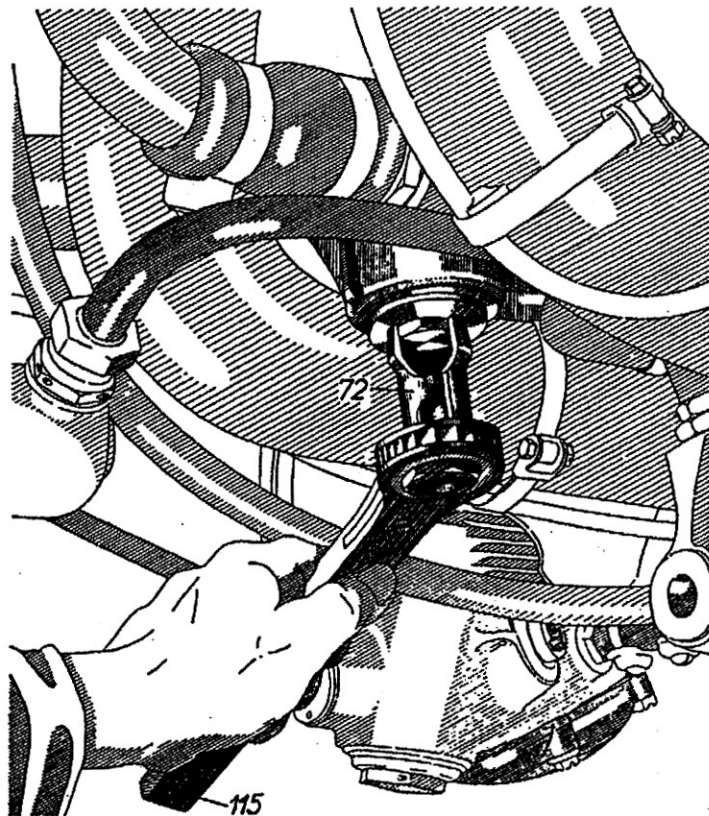
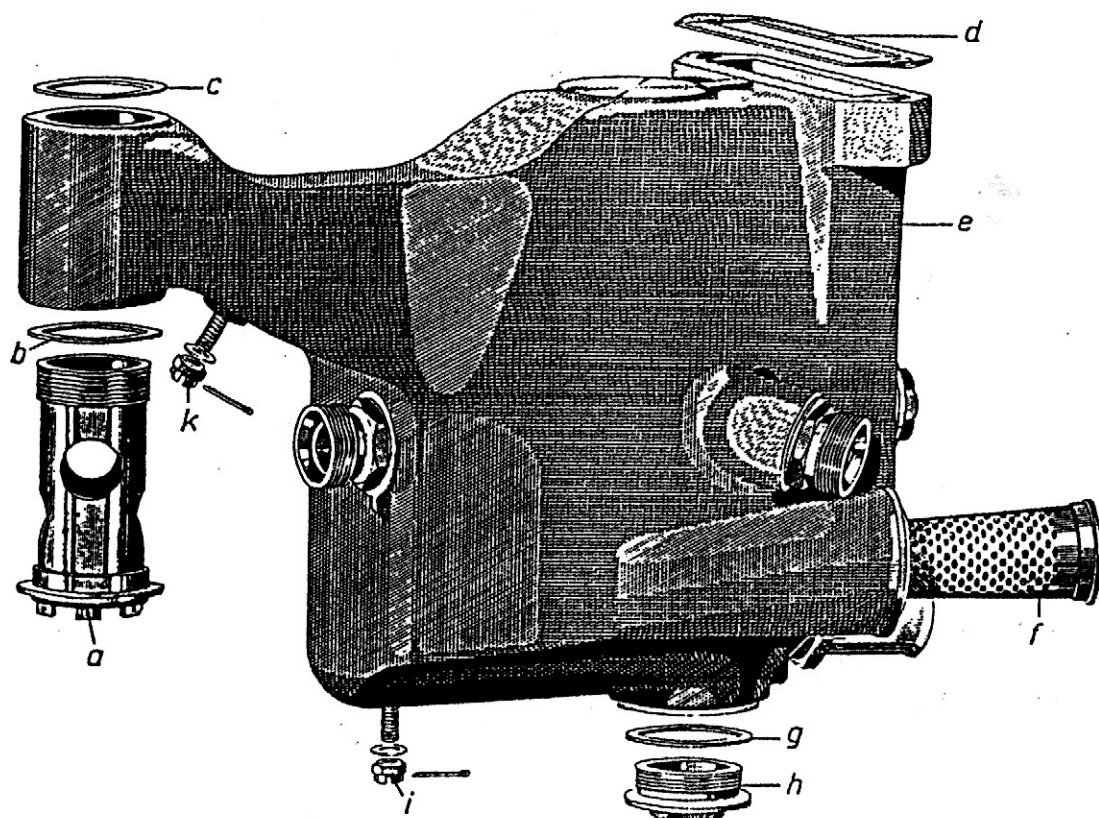

Abb. 30: Lösen der Verschlußmutter am Ölsumpf
Abb. 38: Ölsumpf
**Verschlußmutter SW 22 für Ölablaß am Motor-Ölsumpf** (h in Abb. 38) mittels Zündkerzenschlüssels (72) und Knarre (115) abschrauben, Dichtung abnehmen und austretenden Ölschlamm auf Späne untersuchen (s. Abb. 30).
- c) Öldruckleitung für Steuerung und Getriebe (o in Abb. 35) ausbauen, dazu 2 Halterungen am Ölsumpf (i und k in Abb. 38 bzw. p in Abb. 35) und eine zwischen Öldruckleitung und Ölabsaugleitung aus Getriebe mit Gelenksteckschlüssel SW 10 (10) lösen. 2 Überwurfmuttern SW 22 mittels Doppelschraubenschlüssels SW 28 abschrauben und Rohrbogen (u in